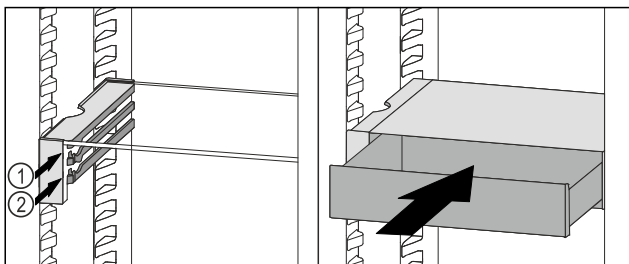

Fig. 103
- Stavite ladicu VarioSafe ukoso iza zaustavljača na željeni žlijeb *Fig. 103 (1)* ili *Fig. 103 (2)*.